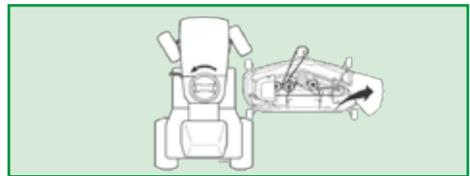

Figura 25
1. Posicione el cortador de césped del lado derecho del tractor y gire el volante totalmente a la izquierda para facilitar el montaje, conforme Figura 25;
2. Coloque un pedazo de madera prendiendo la lámina, de manera que ella no gire. Ver Figura 25;